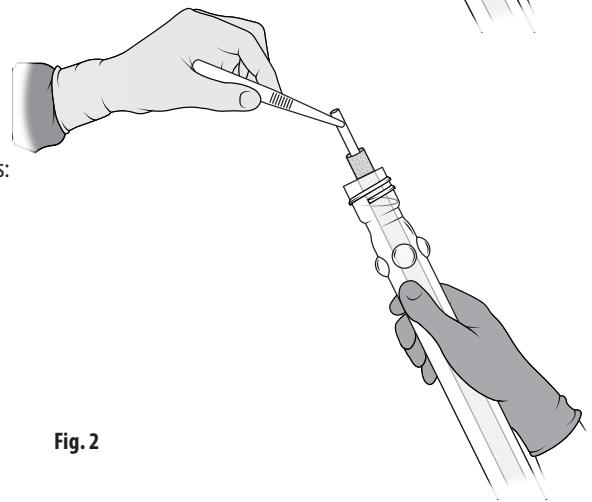

Fig. 2
4. El mandril flotará por encima de la abertura del tubo. Retire asépticamente la prótesis del tubo agarrando el extremo del mandril y levantándolo suavemente para retirarlo del tubo. Fig. 2. No permita que la prótesis toque el borde superior externo del tubo. La "T" en la parte inferior del mandril evitará que la prótesis se deslice fuera del mandril.